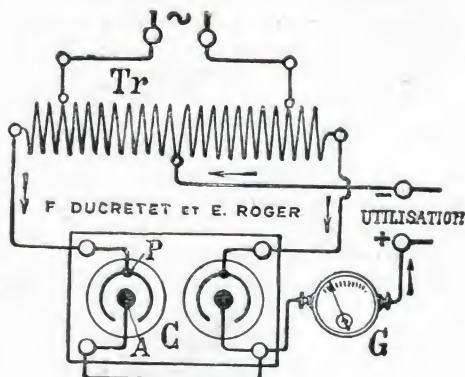

Fig. 5.
Le dispositif à 2 éléments (fig. 5 et 6) exige l'emploi d'un transformateur spécial **TR** avec prise de courant au milieu de l'enroulement (Montage Churcher 1904)
Ce dispositif à deux bacs n'utilisant que la moitié de la tension de la source alternative, le transformateur **TR** (fig. 5 et 6) est généralement combiné de manière à servir en même temps de **survolteur**, dans le cas d'une distribution alternative à 110 volts, ou de **dévolteur** dans le cas de courants alternatifs distribués à **220 volts** par exemple.
Les figures 5 et 6 représentent schématiquement l'installation d'un clapet à 2 bacs : les appareils d'utilisation sont branchés aux bornes marquées + et -, l'une des bornes communique à la prise de courant centrale du transformateur **TR**, et l'autre aux deux pôles de même nom **A**, (*aluminium*) du clapet.
7. **Clapet électrolytique, modèle à 2 bacs**, de 0 à 5 ampères suivant schéma de la figure 5, le clapet électrolytique seul. 85 »
9. **Transformateur survolteur TR** (*fig. 5 et 6*) élevant la tension alternative de 110 volts à 440 volts avec prise centrale ; modèle de 5 ampères (*Voir n° 41 à n° 47 et n°s 53 et 54*). 68 »
Transformateurs survolteurs pour clapets électrolytiques à deux bacs, T R (figures 5 et 6) avec prise centrale.